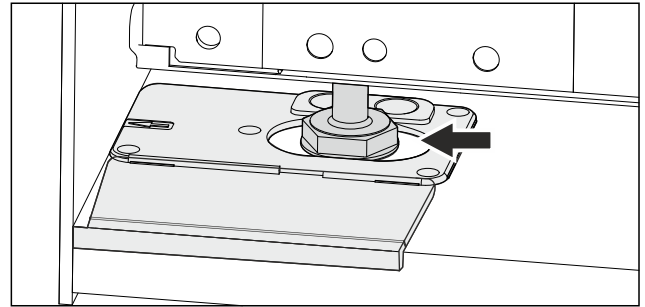

Fig. 50
- Вирівняйте пристрій з допомогою ніжок. Fig. 50 ()